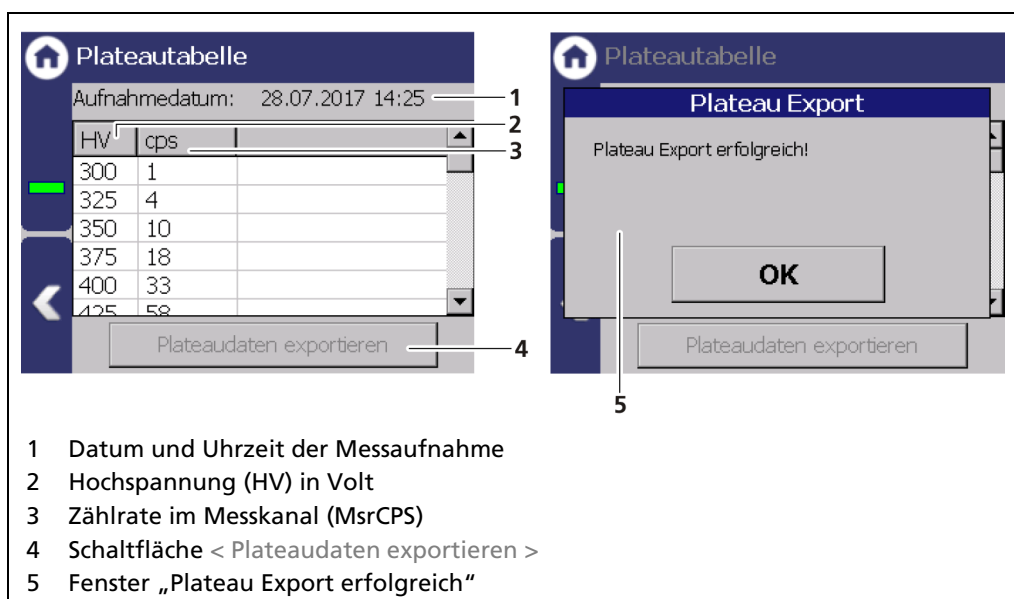
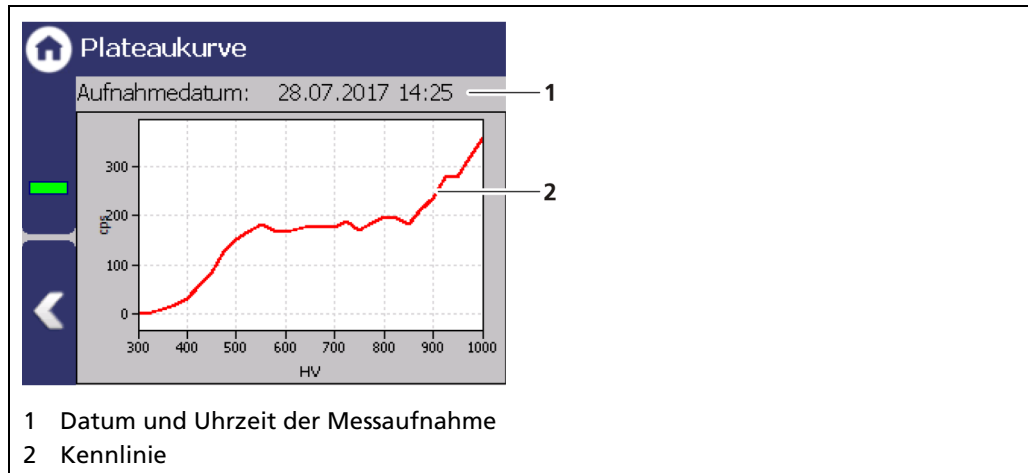

Abb. 61 Plateautabelle
Abb. 62 Plateaukurve
- ▶ Die aufgenommenen Werte werden eingelesen und in die Tabelle (Abb. 61) eingetragen, die Plateaukurve (Abb. 62) gezeichnet und automatisch gespeichert.
2. Klicken Sie die Schaltfläche < Plateaudaten exportieren > (Abb. 61, Pos.4) an.
Im Fenster „Plateaukurve“ wird die abgebildete Kennlinie (Abb. 62, Pos.2) der letzten vollständigen Plateaumessung dargestellt.